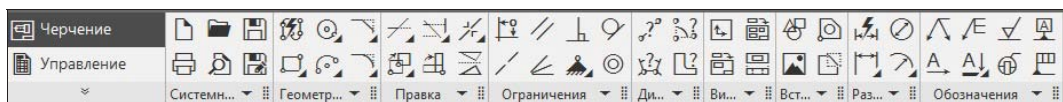

Рис. 4.11. Панели **Черчение** и **Управление** с инструментальными панелями в виде кнопок
- ◆ с помощью команд контекстного меню, вызываемого из области инструментальной панели (рис. 4.11). Изменять количество видимых команд на инструментальной панели можно с помощью команд: **Увеличить панель на один столбец**, **Уменьшить панель на один столбец** и **Показать на панели все команды**;
- ◆ можно изменить горизонтальный размер всех панелей (кроме панели **Системная**) другим способом. Для расширения панели подведите курсор к правой вертикальной границе панели до появления двухсторонней стрелки. Далее нажав ЛК мыши, раздвиньте панель. Сжатие панели проводится аналогично. На рис. 4.11 представлена панель **Черчение** с инструментальными панелями в виде кнопок.
- ♦ из контекстного меню **Инструментальной области** (см. рис. 4.11).